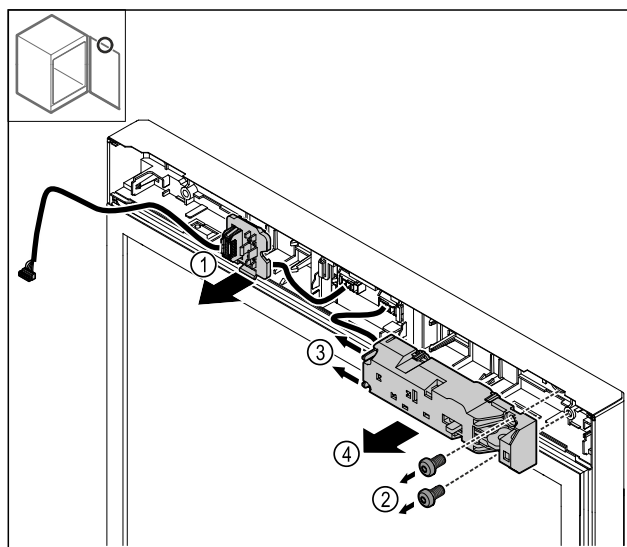

Fig. 27
- ▶ Løsn stikholderen Fig. 27 (1).
- ▶ Fjern skrueerne Fig. 27 (2).
- ▶ Tryk låsetappen Fig. 27 (3) til siden, og tag den elektriske lås Fig. 27 (4) af.